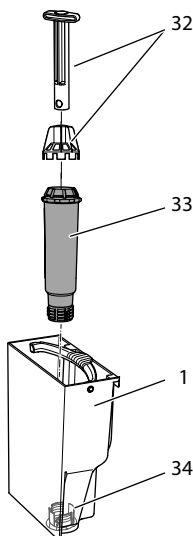

Fig. 19: Iskruning/udskruning af vandfilter
- Fjern vandfilteret (se Fig. 19 på side 196).
9. Sæt et nyt filter ind i vandbeholderen (se Fig. 19).
3. Fjern vandbeholderen (se Fig. 19).